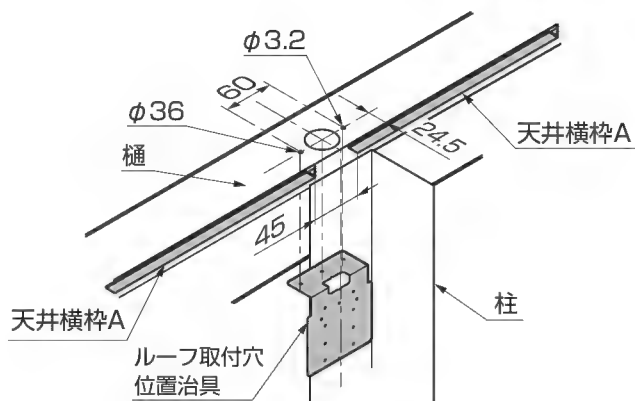

図11-7 A部詳細図
- ①ルーフ取付穴位置治具を樋にあて、ケガキ、ドリルで水抜き穴φ36と雨樋アタッチメント取付穴φ3.2をあけてください。(図11-6、図11-7参照)
- 天井横枠Aは縦樋がつく位置で約45mmあけて取付けてください。(図11-7参照)
- ⑤ 雨樋ジョイナーを雨樋アタッチメントに取付けてください。